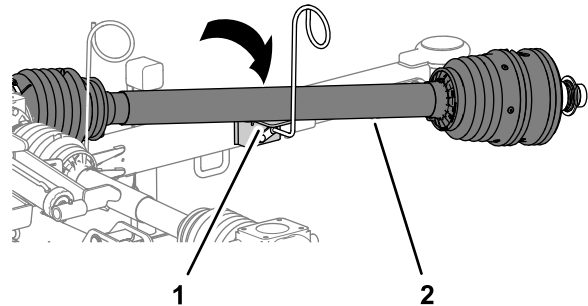

Figura 9
- Mova o veio de transmissão da tomada de força para o apoio do veio da transmissão do guia do tubo (Figura 9).